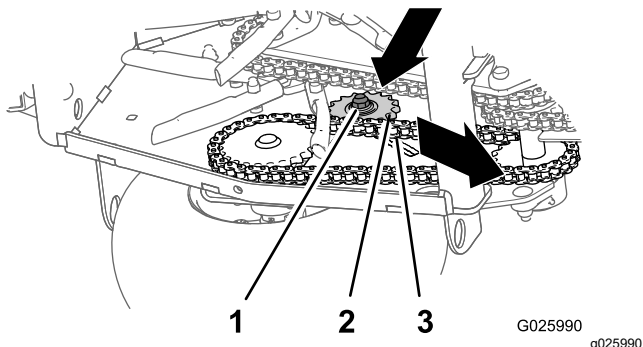

Figure 55
3. Contrôlez la tension des chaînes des roues motrices (Figure 55).
4. Desserrez le contre-écrou et le boulon de carrosserie qui fixent le pignon de tension (Figure 55).
- Poussez le pignon vers le bas et l'avant pour augmenter la tension de la chaîne, comme montré à la Figure 55.